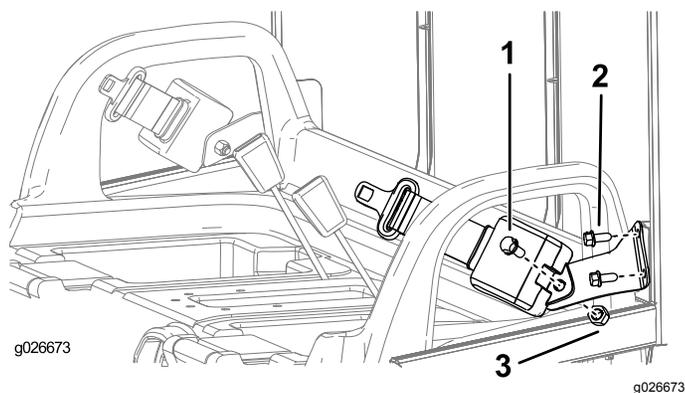

Figura 7
1. Monte um suporte do cinto de segurança em cada patilha ROPS com 2 parafusos (¾ pol.) como se mostra na Figura 7.
3. Monte a extremidade retraível de cada conjunto de cinto de segurança em cada suporte de fixação de cinto de segurança com um parafuso (7/16 pol.) e uma porca (7/16 pol.) como se mostra na Figura 7.